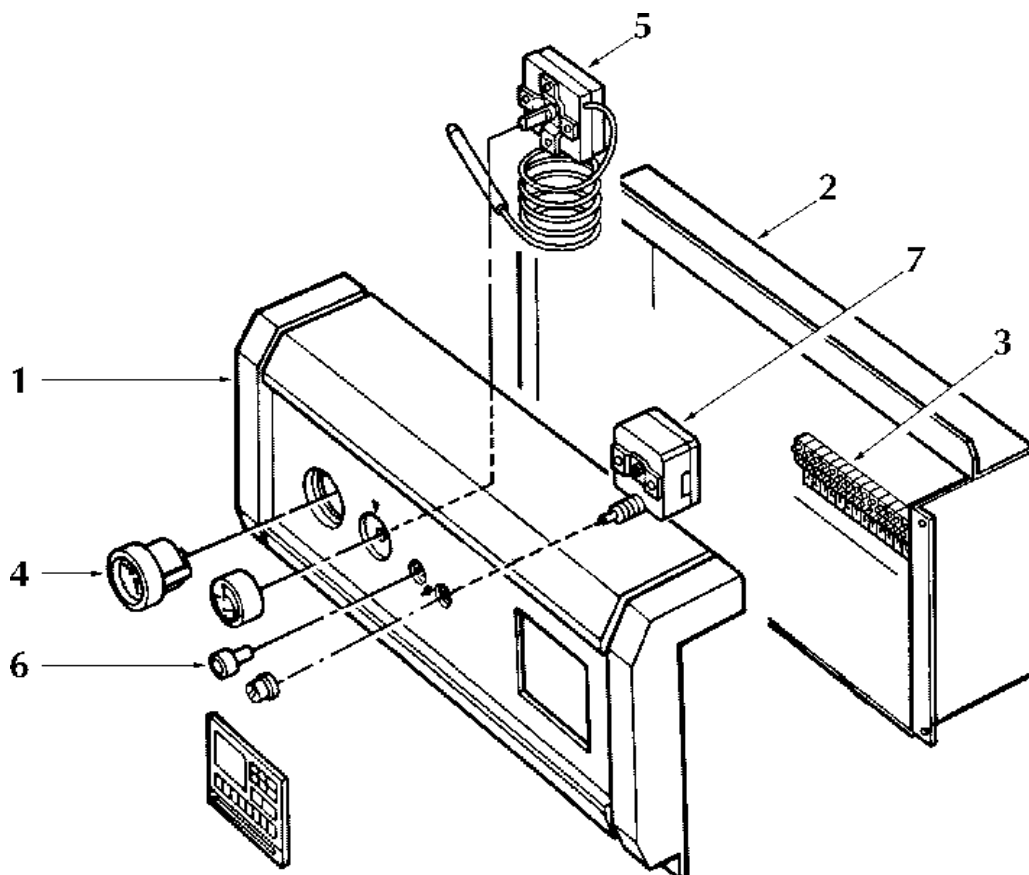

Рис. 6
4.03 Схема пульта управления (рис. 6)